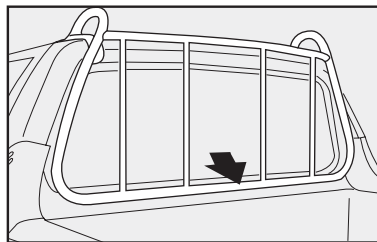
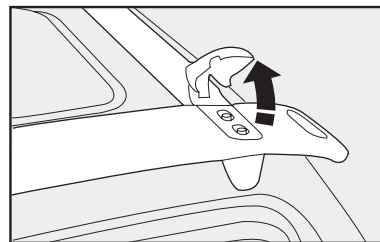
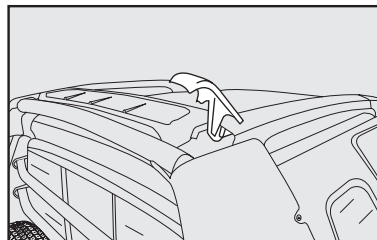

fig. 117
fig. 118
fig. 119
- utilizar o porta-escadas **fig. 117** para apoiar e fixar corretamente os objetos de maior altura. Nas versões com cabine estendida e cabine dupla, levantar antes os limitadores **fig. 118** ou **A-fig. 119** (Strada Adventure).
Não utilizar as alças de apoio B-fig. 119 para amarrar objetos.
Ao utilizar o porta-escadas, não apoiar objetos cujo peso for superior a 50 kg. No caso dos limitadores fig. 118 ou 119, não forçá-los com pressões laterais superiores a 30 kg.